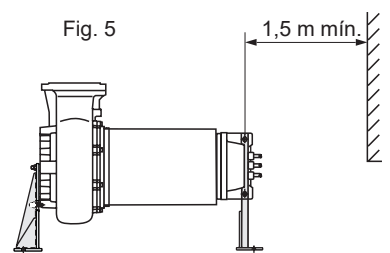

Fig. 5
- 2 - Electrobomba disposta com eixo rotor na horizontal, sobre suportes próprios e boca de saída virada para cima (fig.5). Coloque a bomba na posição vertical. Desmonte a alça e volte a instalá-la na outra posição. Eleve a bomba e monte a flange do lado da parte hidráulica com os 3 parafusos fornecidos. Deixa a bomba até a mesma ficar apoiada no chão. Desmonte a alça. Monte a flange do lado do motor utilizando os mesmos parafusos empregados para a fixação da alça. Aperte o parafuso fornecido num dos 2 orifícios livres da flange do lado do motor: fixe-o primeiro num orifício e tente elevar a máquina para verificar qual dos dois orifícios utilizar para deitar a electrobomba; se for necessário, utilize o outro orifício. Mantenha a bomba no centro de gravidade com o aparelho diferencial. Para movimentar a electrobomba quando a mesma se encontra na posição horizontal, utilize um orifício livre da flange do lado do motor e o olhal de suspensão fixado na boca de saída. Durante as operações com o aparelho diferencial, permaneça pelo menos 1,5 m afastado da máquina.